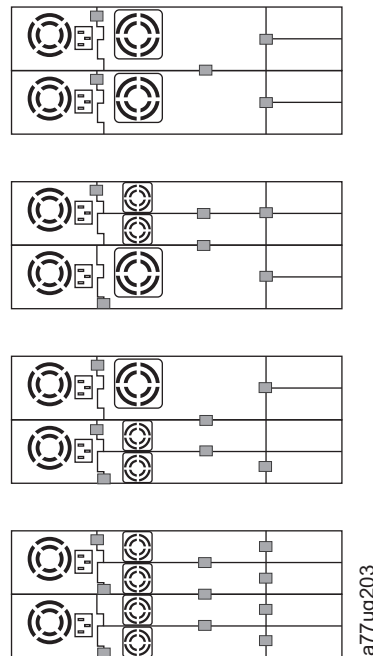

図 152. ドライブ・スレッドのテープの貼り付け図
- h. ESD スプリングなしのドライブ・スレッド (図 151) を取り付ける場合、236 ページの図 152 に示されているように導電テープを貼り付けます。